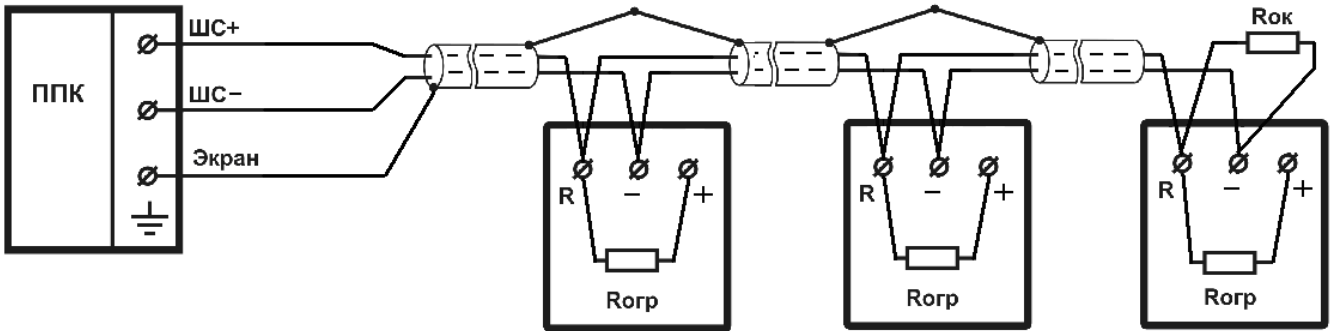
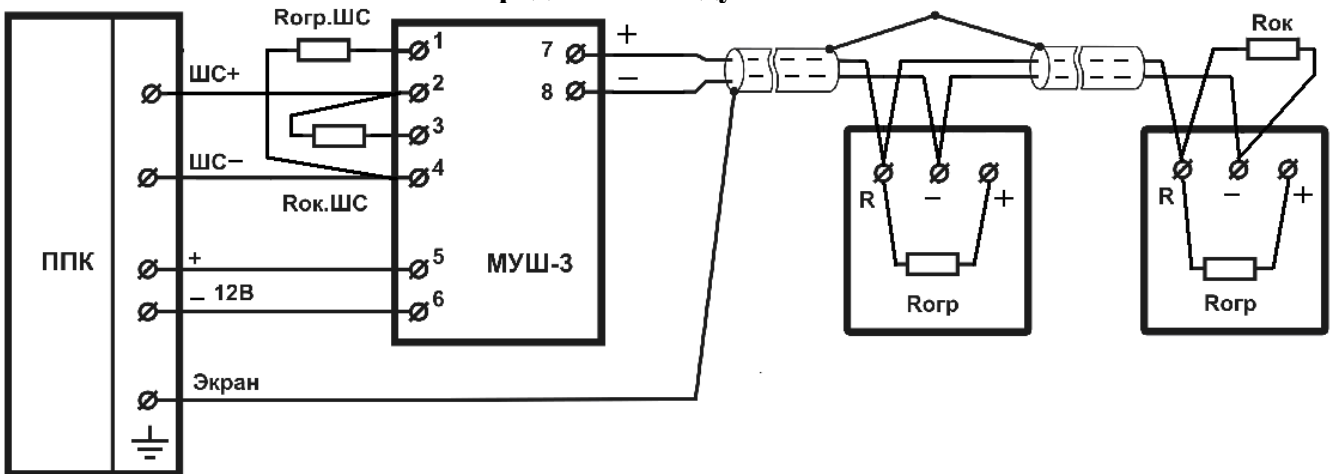

Рис. 3
Рис. 7
5.5 Схемы подключения извещателя к различным типам ШС приведены на рис.3- рис. 7.
6.4 Подключить ШС к извещателю согласно рис. 3 - рис. 7. Затянуть винты. Проверить надежность соединения. Закрывать крышку извещателя, совместив метки на основании и на крышке. Провернуть крышку относительно основания, по ходу часовой стрелки до упора.
6.6 Схема подключения извещателя к ППК с четырехпроводным ШС показана на рис. 5 – рис. 7. Модуль согласования шлейфов МУШ-2 формирует сигнал «ТРЕВОГА» уменьшением тока или разрывом цепи сигнальной линии четырехпроводного шлейфа, а модуль согласования шлейфов МУШ-3 увеличением тока в цепи сигнальной линии четырехпроводного шлейфа.